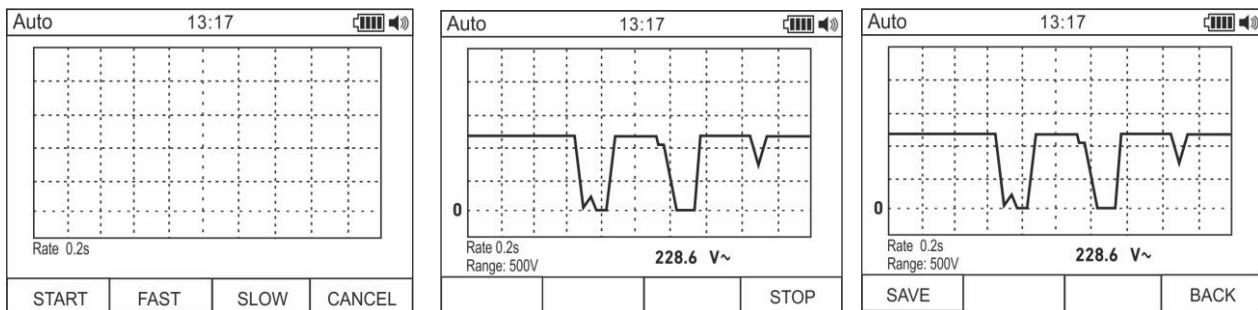

Fig. 8: Criar e guardar o gráfico de uma medição
- Premir o botão **F1** para entrar na secção de criação do gráfico da grandeza em exame (ver Fig. 8 – parte esquerda).
- Premir o botão **F1** per avviare a costruzione del grafico. A escala de medida (automaticamente inserida pelo instrumento) e o valor em tempo real são apresentados pelo instrumento (ver Fig. 8 – parte central).
- Premir o botão **F1** para guardar o gráfico na memória do instrumento ou o botão **F4** para iniciar um novo gráfico (ver Fig. 8 – parte direita)